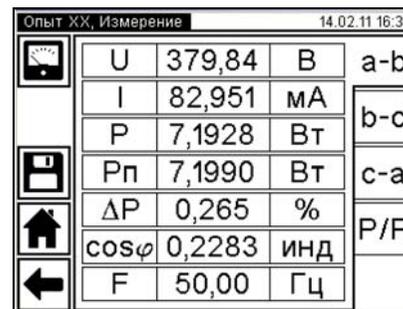
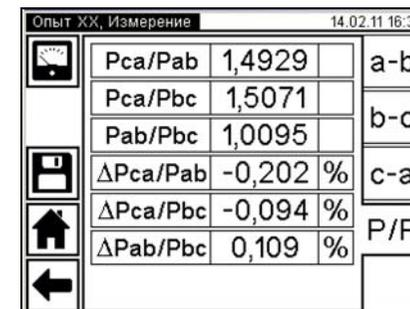

Рисунок 6.21
Рисунок 6.22
16) Выполнить измерение, для чего нажать кнопку  в окне "Опыт XX. Измерение" (рисунок 6.19). На экране появится окно, демонстрирующее динамику процесса измерения (рисунок 6.20). При необходимости процесс измерения может быть остановлен нажатием кнопки  СТОП. По завершении измерения на экран будут выведены результаты измерения (рисунок 6.21, 6.22). Для просмотра всех результатов поочередно нажимать на вкладки "a-b" (рисунок 6.21), "b-c", "c-a", "P/P" (рисунок 6.22).
11) Если в п. 5 данного раздела выбран "Внешний" (нерегулируемый) источник, после завершения измерения на экране появится окно с результатами измерения по данным фазам (рисунок 6.21).
12) Если в п. 5 выбран "Регулятор", то после завершения измерения на экране появится окно «Сброс напряжения» (рисунок 6.26) с требованием снять напряжение на выходе внешнего источника. Ручкой регулятора плавно снизить напряжение источника до нуля, после чего на экране появится окно с результатами измерения по данным фазам (рисунок 6.21).
17) Для просмотра всех результатов поочередно нажимать на вкладки "a-b" (рисунок 6.21), "b-c", "c-a", "P/P" (рисунки 6.21, 6.22).
13) Для просмотра всех результатов поочередно нажимать на вкладки "a-b" (рисунок 6.21), "b-c", "c-a", "P/P" (рисунки 6.21, 6.22).